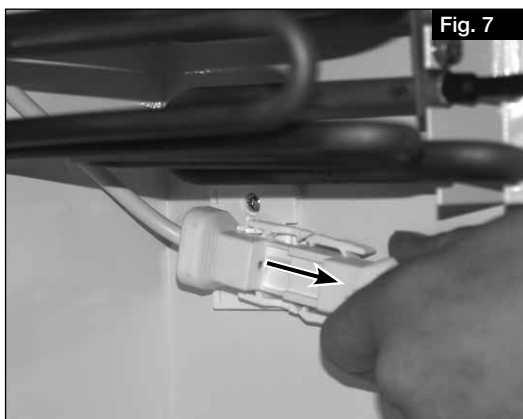

Fig. 7
2. Débrancher la fiche de raccordement du préchauffage électrique (Fig. 7).